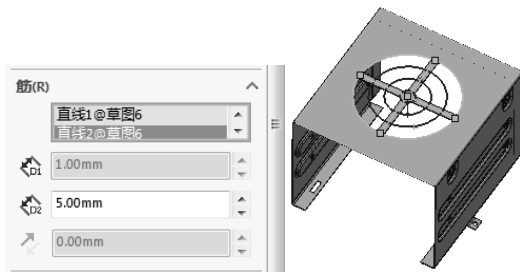
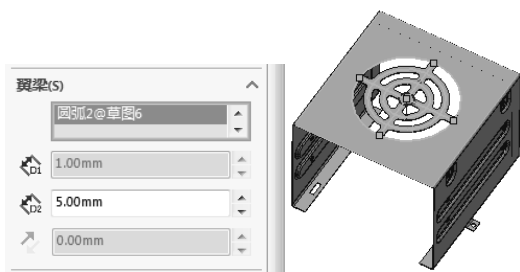
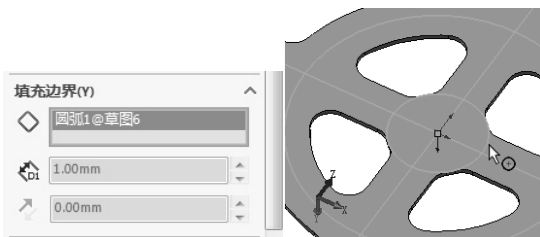
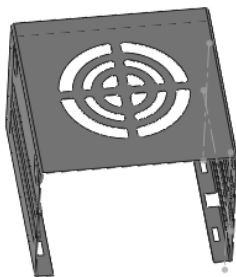

图 10-223 选择通风口筋
图 10-224 选择通风口翼梁
图 10-225 选择通风口填充边界
图 10-226 生成的通风口
30) 生成通风口 在草图中选择两条互相垂直的直线作为通风口的筋，输入筋的宽度数值“5”，如图 10-223 所示。在草图中选择中间的两个圆作为通风口的翼梁，输入翼梁的宽度数值“5”，如图 10-224 所示。在草图中选择最小直径的圆作为通风口的填充边界，如图 10-225 所示。设置结束后，单击 ✓（确定）按钮，生成的通风口如图 10-226 所示。